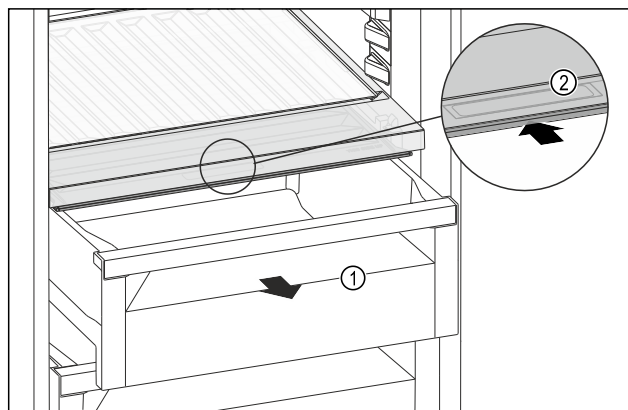

Fig. 215
- Dra ut utdragslådan Fig. 215 (1).
- Ta tag i fördjupningen Fig. 215 (2) på facklocket och skjut samtidigt facklocket bakåt.